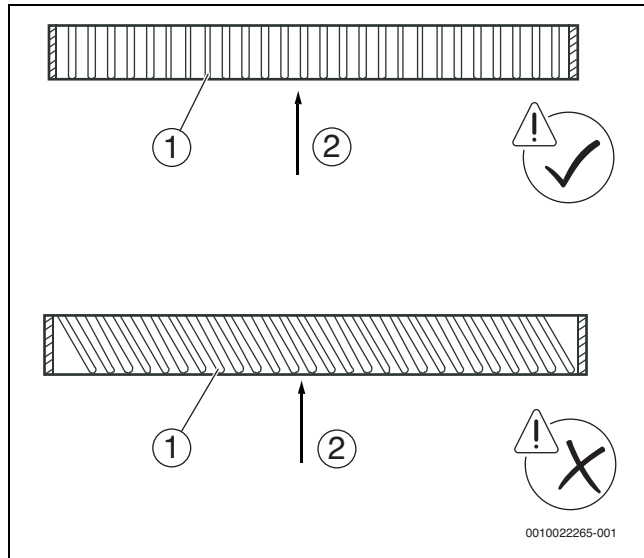

Fig. 9
- Vérifier que les grilles d'entrée d'air sont positionnées de manière à être parallèles au sens de l'entrée d'air. La grille d'entrée d'air ne doit pas former un angle par rapport au sens de l'entrée d'air, sinon le niveau de bruit augmenterait (→ figure 9).